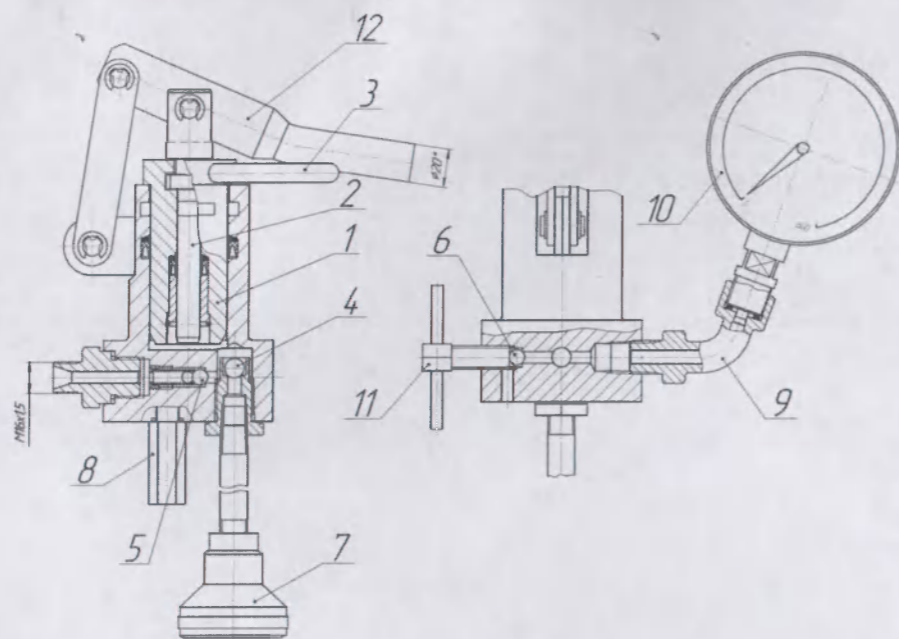

Рис.2
Насос гидроблока (Рис.2) 2-х плунжерный, плунжер 1 - низкого давления, плунжер 2 - высокого давления, причём плунжер высокого давления расположен внутри плунжера низкого давления. Плунжеры между собой могут фиксироваться, в свою очередь плунжер низкого давления может фиксироваться в корпусе насоса. Это обеспечивается наличием соответствующих пазов и выступов. При работе насоса на низкой ступени (давление до 40 кгс/см²) оба плунжера сцеплены и перемещаются вместе, при работе насоса на высокой ступени (давление свыше 40 кгс/см²) перемещается только плунжер высокого давления, а плунжер низкого давления зафиксирован в корпусе. Переключение с низкой ступени на высокую и наоборот производится только в нижнем положении плунжера низкого давления путём поворота рукоятки 3 на 90°. Внутри насоса имеются всасывающий клапан 4, нагнетательный клапан 5 и клапан сброса давления 6. Всасывание рабочей жидкости происходит через фильтр 7. Для ограничения давления, создаваемого насосом, имеется предохранительный клапан 8, настроенный на давление 500 кгс/см². Корпус насоса имеет штуцер 9, на который установлен манометр 10.
5.1.3. Установить манометр, предварительно вложив в штуцер 9 (см. Рис.2) медную прокладку.